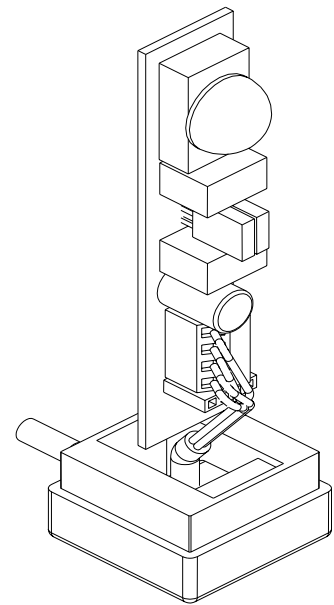

Fig. 3
- Connecter les câbles dans le bornier (Fig. 3).
- Die Kabel an die Klemmleiste anschließen (Abb. 3).
- Conectar los cables en el tablero de bornes (Fig. 3).